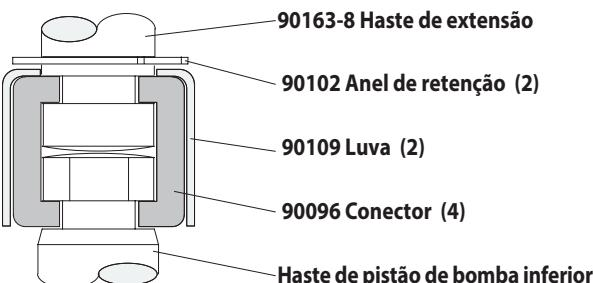

Figura 2
- Usando o anel e alicates, deslize o anel de retenção acima distante o suficiente para permitir que a manga mover para cima e solte os dois conectores (ver figura 2). Pôr de lado o motor de ar.